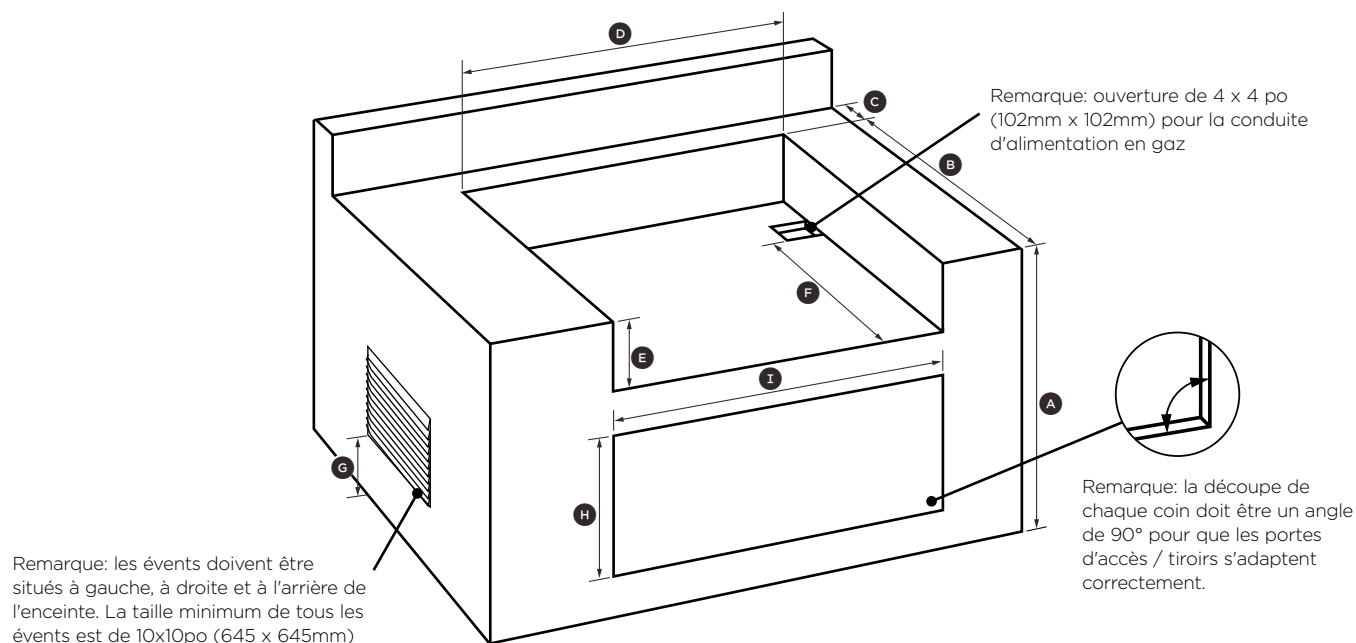
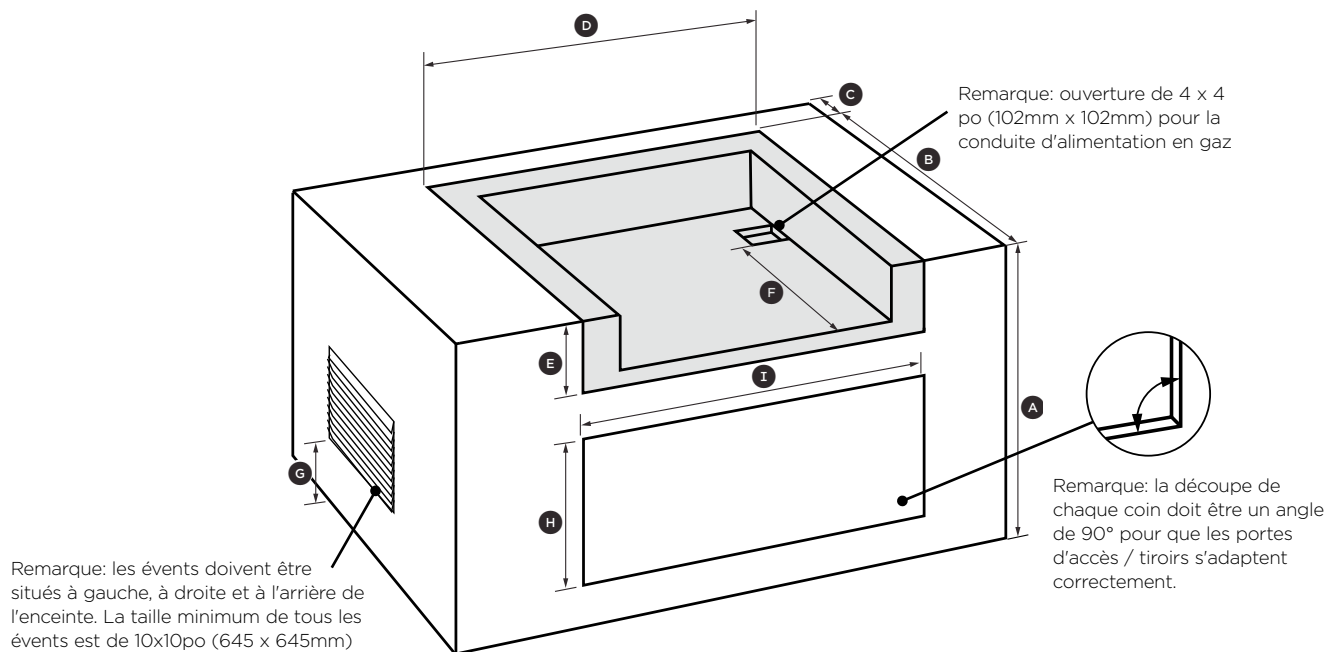

FIG. 05
FIG. 06
Le gril est conçu pour un placement facile dans des enceintes de maçonnerie intégrées. Pour les applications non-combustibles, le gril tombe dans l'ouverture de la figure 05 et pend de ses brides latérales. Un deck n'est pas nécessaire pour le supporter depuis le bas. Lorsque vous utilisez la gaine isolante dans une enveloppe combustible, reportez-vous à la figure 06. La gaine isolante doit être supportée par le bas par un rebord de chaque côté et à l'arrière ou sur un pont solide.
**Il est nécessaire qu'un minimum de trois 10x10" (645 x 645mm) d'ouverture de ventilation soit fourni pour les côtés gauche et droit, ainsi que l'arrière de l'enceinte (figure 05), afin de dissiper en toute sécurité les vapeurs de gaz non brûlés dans le événement d'une fuite d'alimentation en gaz.**
Si le grill doit être placé dans une enceinte combustible, une enveloppe isolée homologuée est nécessaire. Des enveloppes isolées sont disponibles auprès de votre distributeur. Utilisez uniquement une enveloppe isolée DCS ayant été conçue et testée spécialement à cette fin. Analysez le schéma détaillé (Fig. 06) et tenez compte des dispositions à prendre pour le branchement de la conduite de gaz au coin droit arrière. Il est nécessaire de prévoir des trous de ventilation dans l'enceinte pour éviter le risque d'accumulation de gaz en cas de fuite. Les pièces d'appui ou la base de support doivent être de niveau et plates, et suffisamment solides pour supporter le grill et l'enveloppe isolée. Le comptoir doit aussi être de niveau.